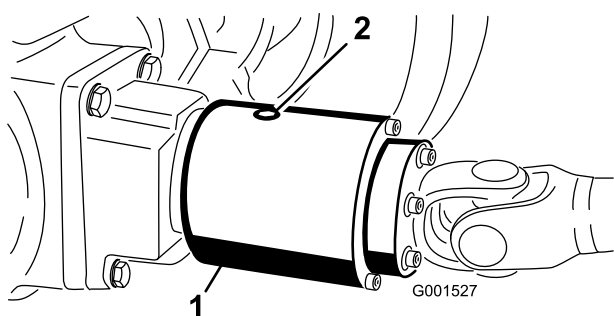

図 29
2. 点検プラグが4時の位置にくるようにクラッチ図 29を回す。